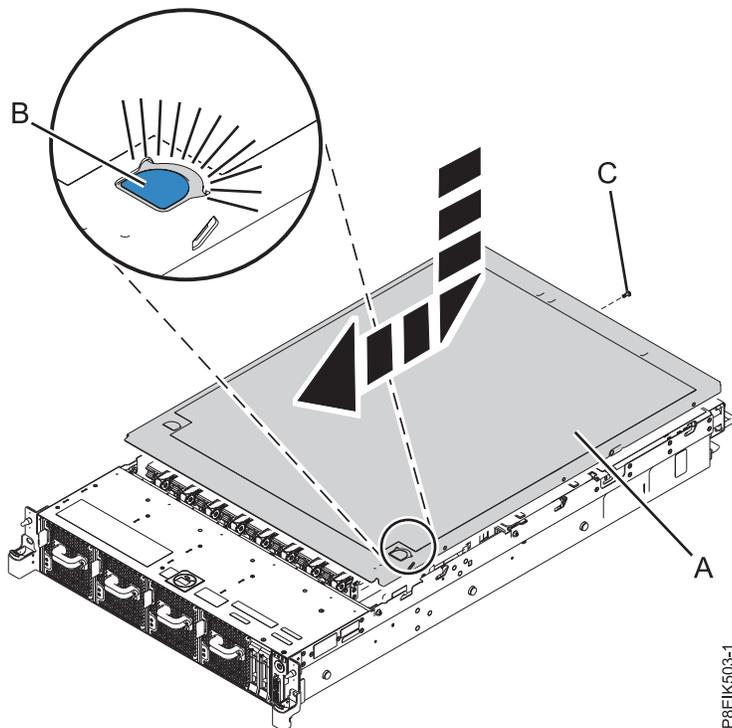

図 220. カバーの取り付け
1. カバーの位置合わせピンがシャーシのスロットにそろうように、カバー (A) をシステム装置の上に位置付けます。カバーをシステムの前面側へ、青色のリリース・ラッチ (B) が所定の位置にロックされるまでスライドさせます (210 ページの図 220 を参照)。
2. カバーの背面で、カバーのねじ (C) を締めます。